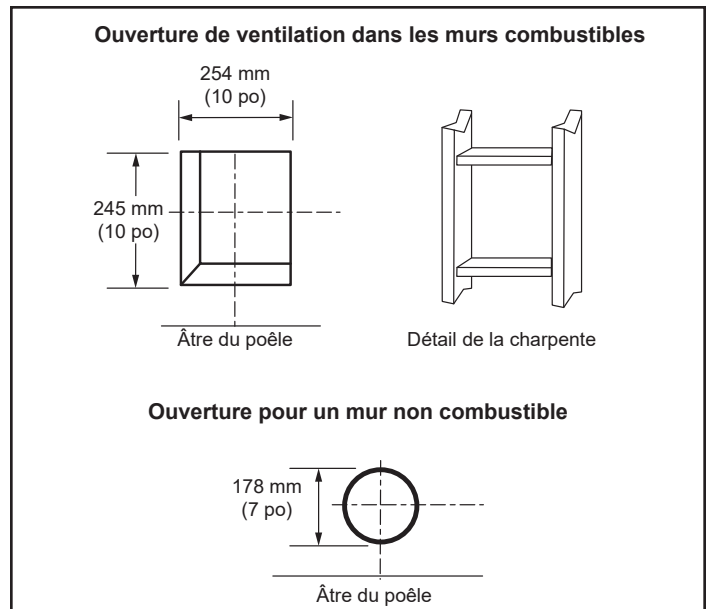

Figure 3.11 – Localiser l'ouverture de la ventilation sur le mur
1. Localisez l'ouverture de ventilation sur le mur. Il peut être nécessaire de positionner d'abord le poêle et de prendre des mesures pour déterminer l'emplacement de l'ouverture. Selon que le mur est combustible ou non, coupez l'ouverture en fonction de la taille (figure 3.11). Pour les murs combustibles, installez d'abord un cadre dans l'ouverture. Murs combustibles : Découpez un trou de 254 x 254 mm (10 x 10 po) à travers le mur extérieur et installez un cadre, (figure 3,11). Murs incombustibles : L'ouverture du trou doit avoir un diamètre de 178 mm (7 po).